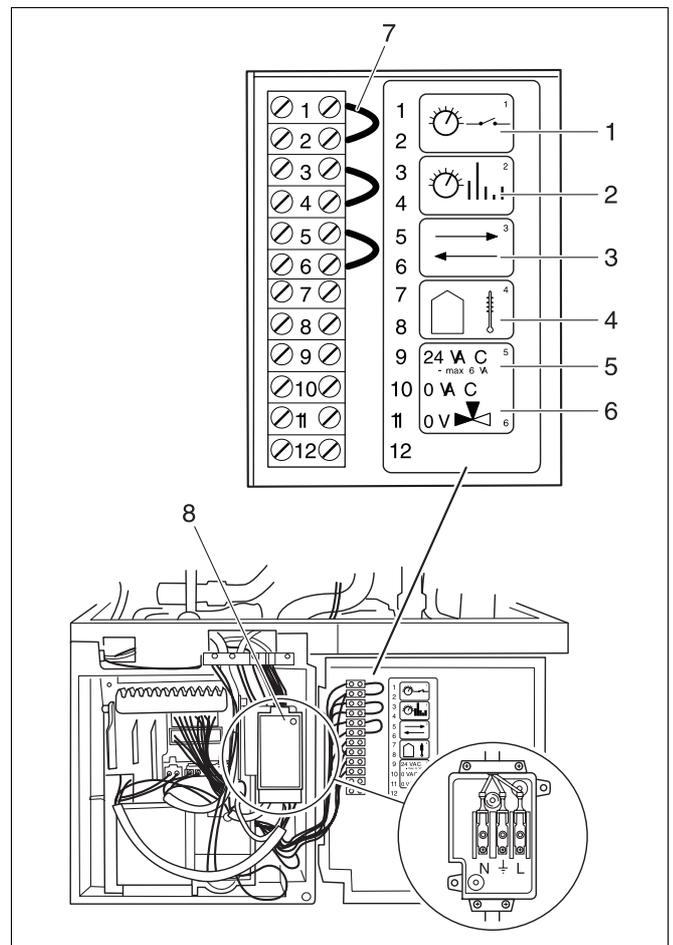

Fig. 8 Raccordement du régulateur
- Ouvrir le boîtier de branchement sur le réseau en dévissant la vis (fig. 8, pos. 8).
- Enfiler le câble du réseau par le serre-câble dans le boîtier de branchement sur le réseau (fig. 8) et le brancher sur les bornes.
Si la chaudière est provisoirement mise en service sans régulateur, remplacer le pontage non conducteur des bornes 1–2 (fig. 8, pos. 7) par un pontage conducteur. Régler au boîtier UBA la température de départ et la puissance de chauffage nécessaire.
Légende pour fig. 8: Raccordement du régulateur